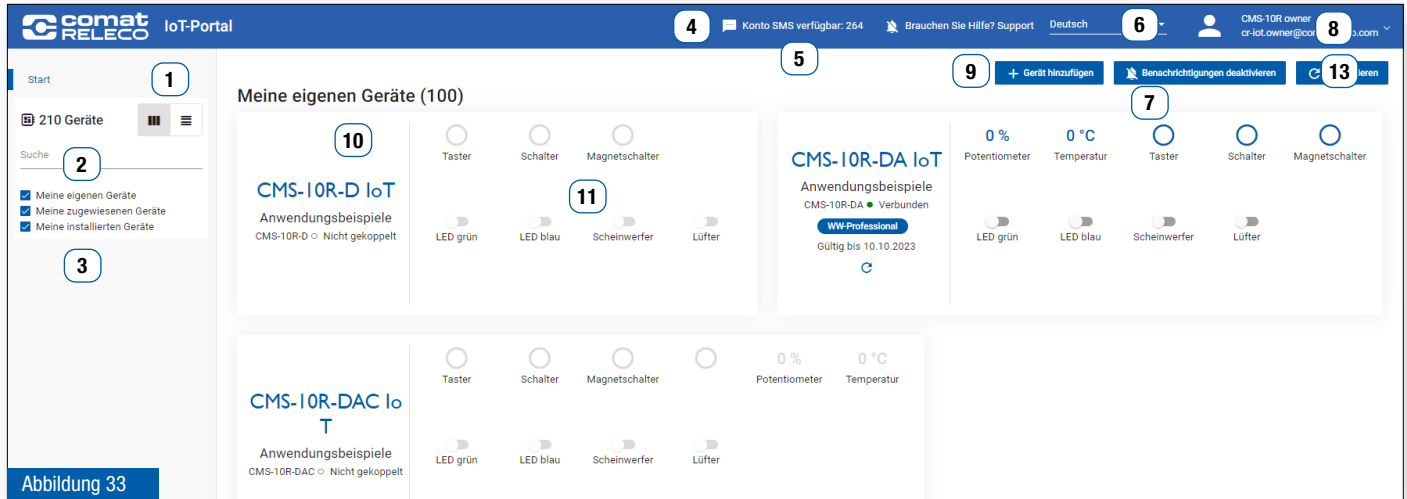
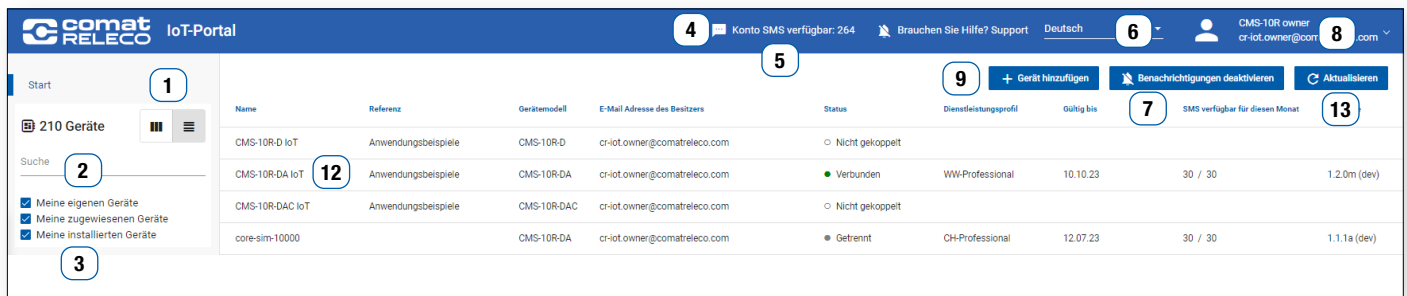

Abbildung 33
Abbildung 34
Wählen Sie in der Geräteansicht (Abbildung 34) das gewünschte Gerät.
Die Geräteübersicht wird in einer Geräteansicht (Abbildung 33) oder in einer Listenansicht (Abbildung 34) dargestellt. Zum Teil sind unterschiedliche Informationen sichtbar.
Die Angaben des Kontoinhabers werden in diesem Menu eingegeben / geändert (siehe Abbildung 35, Abbildung 33 (8) und Abbildung 34 (8)). Felder mit einem Stern (\*) müssen ausgefüllt werden.
Die hier gekauften SMS-Pakete gehören dem **Besitzer** und können für alle Geräte, welche diesem Besitzer zugeordnet sind, verwendet werden (siehe Abbildung 33 und Abbildung 34 (4)).